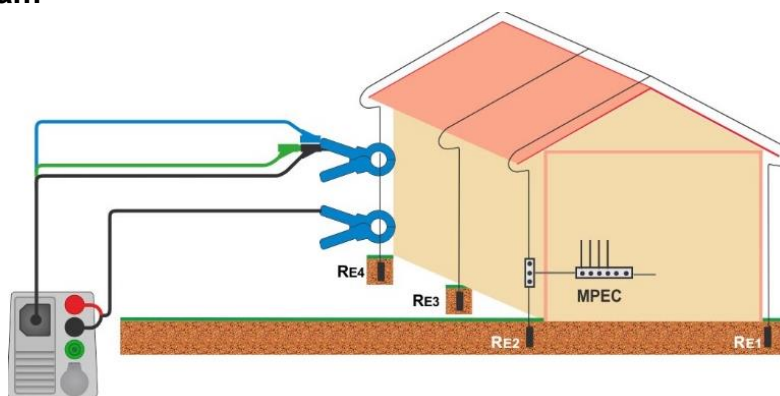

Fig. 4.75: Kontaktløs Jordmodstands måling (2 strømtænger)
- › Sæt strømtænger på objektet der skal testes, se Fig. 4.75